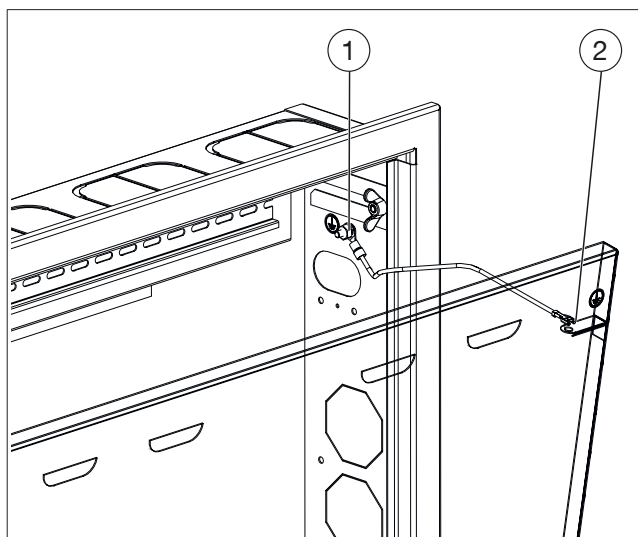

Fig. 9: Mise à la terre de la porte
1. Raccorder le point central de mise à la terre (voir Fig. 9 auf Seite 30 (1)) au rail de compensation de potentiel du bâtiment au travers d'un câble.
Le point central de mise à la terre se trouve sur la paroi latérale droite du coffret pour pose encastrée (voir Fig. 9 auf Seite 30).
2. Raccorder le point de mise à la terre de la porte (voir Fig. 9 auf Seite 30 (2)) au point central de mise à la terre (1).